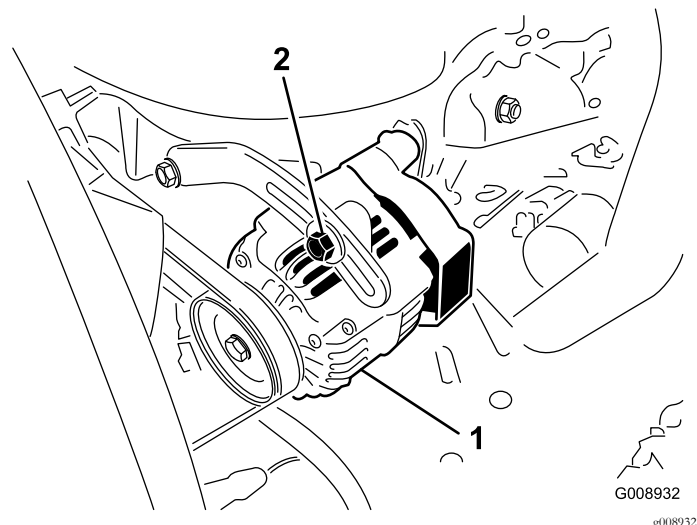

Bild 50
- Lockern Sie bei einer Durchbiegung von mehr oder weniger als 10 mm die Befestigungsschrauben der Lichtmaschine (Bild 50).